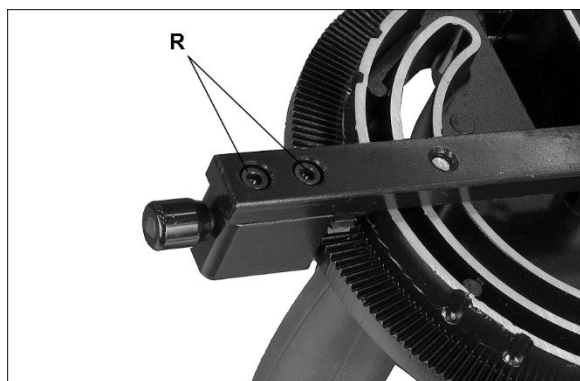

Figure 8-3
4. Réglez le corps (K) jusqu'à ce qu'il soit carré (90°) à la fente de l'onglet.
5. Serrer la poignée de verrouillage (H)
6. Vérifier que l'indicateur de l'échelle (L) indique 0°. Si ce n'est pas le cas, desserrez la vis (P) et réglez l'indicateur (L) jusqu'à ce qu'il indique 0°. Resserrer la vis (P).
7. Si la procédure ci-dessus ne permet pas d'aligner correctement la jauge à onglets, desserrez deux vis (R, Figure 8-3) sous le montoir et déplacez-le selon les besoins. Resserrer les vis quand vous avez terminé.